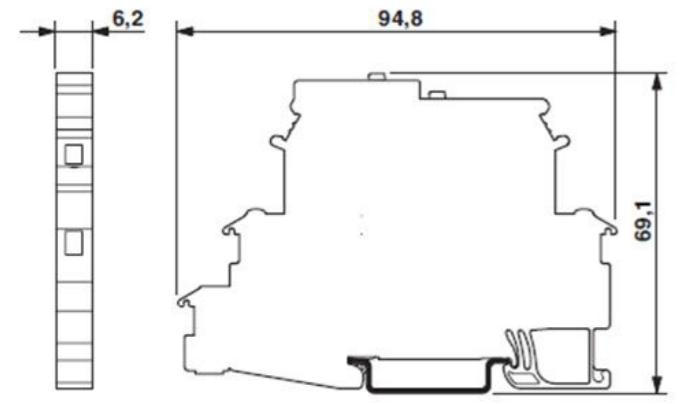

Fig. 4
8. Disegno meccanico (Fig. 4)
8. Dimensional drawing (Fig. 4)
8. Dessin coté (fig. 4)
8. Esquema de dimensiones (Fig. 4)